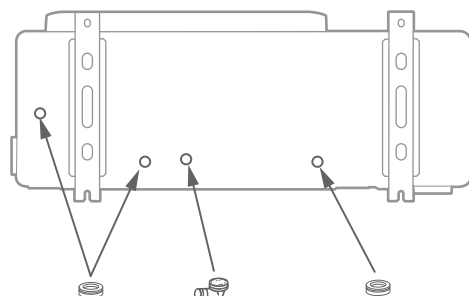

fig. 18 - Instalarea unității exterioare, evacuarea condensului
- În timpul funcționării, apa se poate scurge din unitatea exterioară. Nu instalați aparatul pe o terasă, alegeți în schimb un loc cu scurgere (pat de pietriș sau nisip). Dacă instalația este efectuată într-o zonă în care temperatura poate fi sub 0 °C pentru o perioadă lungă de timp, asigurați-vă că prezența gheții nu prezintă niciun pericol. De asemenea, este posibilă conectarea unui furtun de evacuare la colectorul de recuperare a condensului (opțiune) (vedeți *fig. 18*).
Unitatea exterioară trebuie ridicată la cel puțin 50 mm deasupra solului. În zonele cu zăpadă, această înălțime trebuie mărită, dar nu trebuie să depășească 1,5 m (fig. 18).
(vedeți fig. 18).